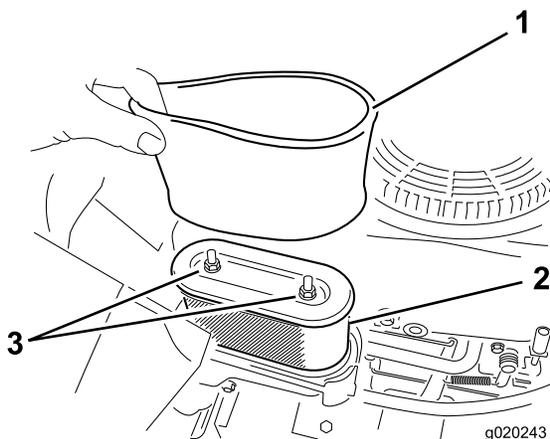

Figura 28
5. Retire as duas porcas do elemento de papel (Figura 28).
6. Cuidadosamente, retire os elementos de espuma e de papel da caixa do filtro de ar (Figura 28).
1. Coloque o filtro de esponja no filtro de papel (Figura 28).